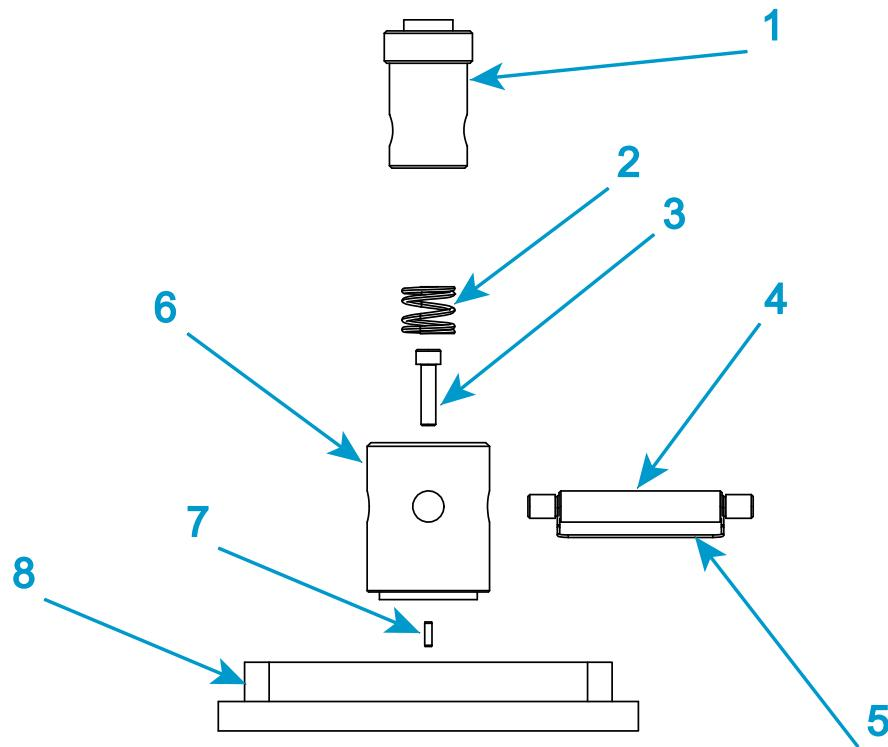

図19. タイプD ベース アダプタ
説明 図 19
1. 図 19 で確認できるロードセル回転防止ピンは 1 つのみです。これは、2 つ目のピンがそのすぐ後ろに並んでいるためです。